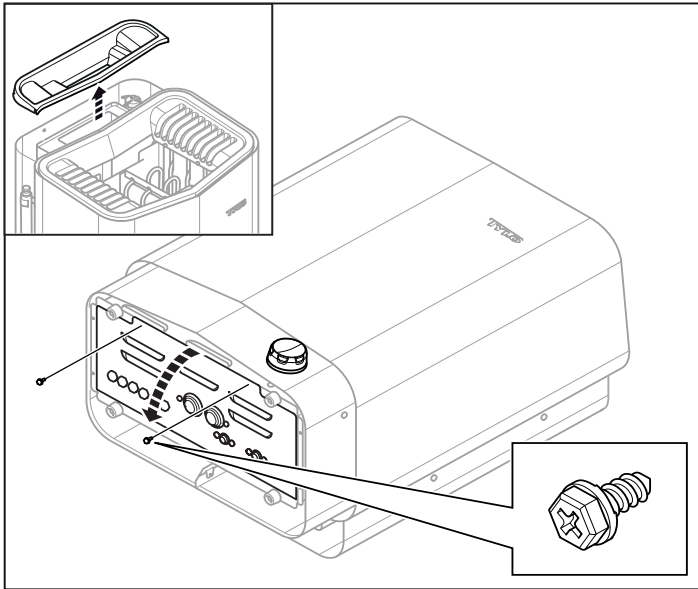

Abbildung 9: Abnehmen/Anbringen der Abdeckung
2. Entfernen Sie die Abdeckung des Wasserbehälters und legen Sie die Heizung so auf den Boden, dass die Vorderseite nach oben zeigt (siehe Abbildung 9).
3. Drehen Sie die Schrauben heraus und entfernen Sie die Abdeckung (siehe Abbildung 9).
8. Montieren Sie die Abdeckung und ziehen Sie die Schrauben fest (siehe Abbildung 9).